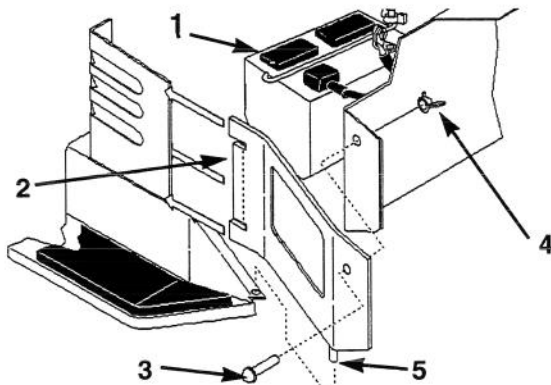

Figure 36
3. Déposer la panneaux latéraux pour avoir plus de place au moment de la dépose de la batterie (Fig. 36). Enlever les écrous papillons et les vis, puis soulever pour dégager la goupille et ôter les languettes du panneau de la console de direction.
7. Installer la batterie dans le châssis (Fig. 36).
11. Installer les panneaux latéraux en glissant les languettes dans la console de direction et en introduisant la goupille dans la bride du repose-pied. Fixer en position au moyen des vis et écrous papillons (Fig. 36).